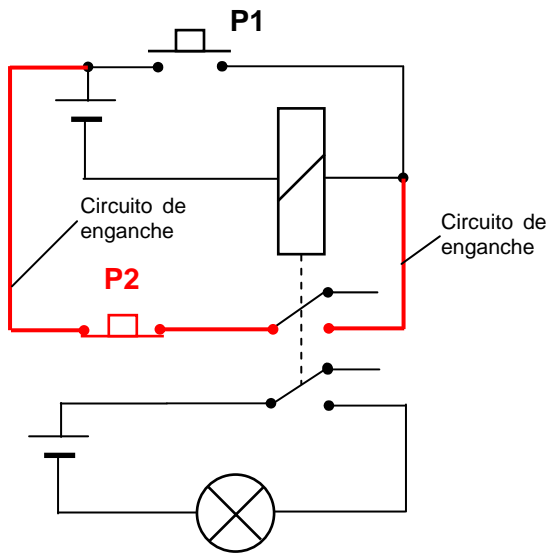
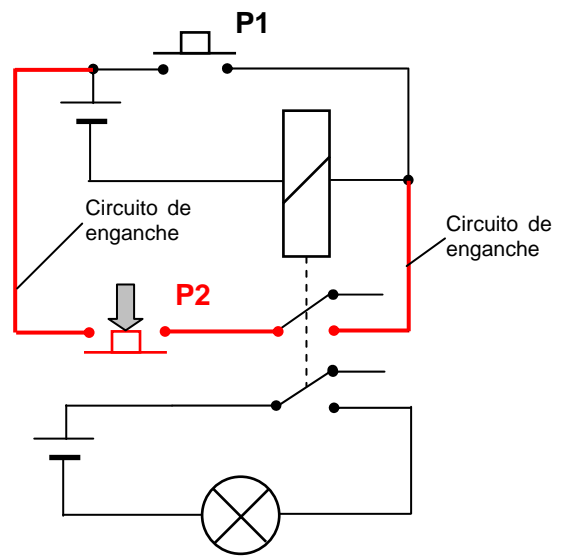

Fig. 11
Fig. 14
*El circuito de enganche consiste en establecer un **camino alternativo** para que le siga llegando corriente a la bobina cuando dejemos de accionar el **pulsador** (Fig. 11). Para ello, necesitamos que el relé tenga, al menos, un polo más de los que necesitemos para controlar el dispositivo que sea (motor, bombilla, etc), ya que es a través de uno de los polos del relé como la bobina seguirá recibiendo corriente cuando dejemos de accionar el pulsador.*
Para comprender mejor en qué consiste el circuito de enganche, supongamos que queremos controlar el encendido de una **bombilla** mediante un relé de dos polos y cuatro contactos (Fig. 11). Utilizaremos una pila para suministrar corriente a la bobina y otra para hacerlo a la bombilla, para que el esquema del circuito sea más claro. También hemos señalado con **línea más gruesa** los cables del circuito de enganche.
Cuando queramos **apagar la bombilla** (Fig. 14) tendremos que accionar **un instante el pulsador P2**, con objeto de abrir el circuito de enganche y, por tanto, cortar la corriente de la bobina. De esta forma, una vez soltado el pulsador P2 nos encontraremos de nuevo en la situación representada en la Fig. 11.